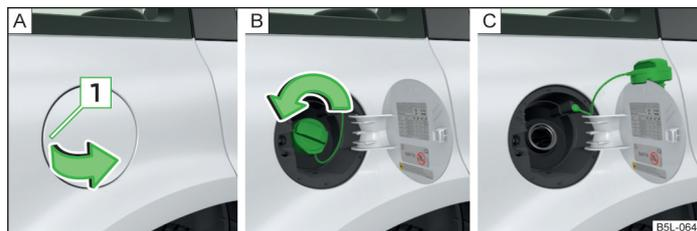

Fig. 155 Abrir la tapa del depósito / tapón del depósito
En el lado interior de la tapa del depósito de combustible se indican los tipos de combustible prescritos para su vehículo » fig. 155 de la página 209 - [B].
- Presione sobre la tapa del depósito en la zona [1] » fig. 155 - [A] y abra la tapa en el sentido de la flecha.
- Desensrosque el tapón del depósito en el sentido de la flecha » fig. 155 - [B].
- Coloque el tapón del depósito por encima de la tapa » fig. 155 - [C].
- Introduzca el tapón de cierre del depósito en el tubo de alimentación de combustible y gírelo en sentido contrario al de las agujas del reloj hasta que quede encastrada con seguridad » fig. 155 - [B].
- Sujete el tapón del depósito con la mano y desbloquéelo con la llave en el sentido de la flecha » fig. 155 - [B].
- Desenrosque el tapón del depósito en el sentido de la flecha » fig. 155 - [B].
- Enrosque el tapón del depósito en sentido contrario al de la flecha » fig. 155 - [B] hasta que se oiga que encaja.
- Sujete el tapón del depósito con una mano y bloquéelo con la llave en sentido contrario al de la flecha » fig. 155 - [B] y saque la llave.